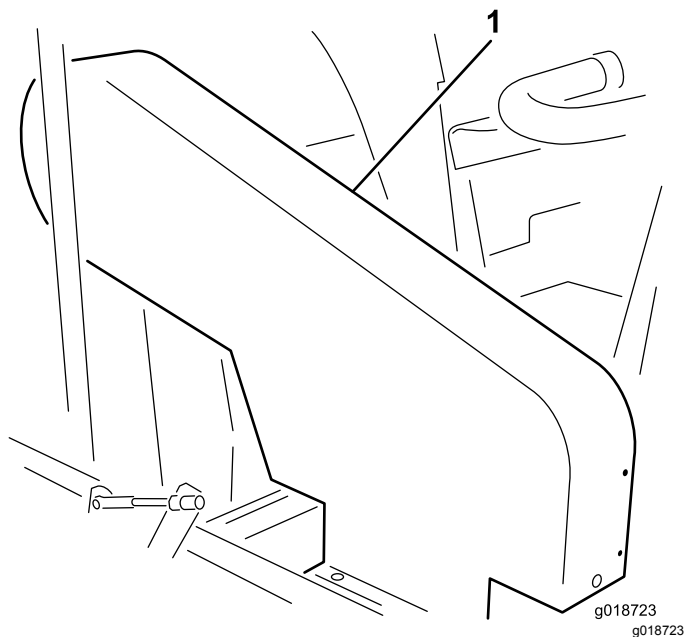

Figura 19
Nota: Não é necessário retirar a proteção da correia superior (Figura 19) para verificar a tensão da correia. Se retirar a proteção da correia, retire os 4 parafusos, anilhas e porcas que prendem a proteção à estrutura. Não utilize a máquina sem as proteções instaladas.
Verifique a tensão pressionando a correia a meio curso entre a hélice e as polias da embraiagem com uma força de 18 a 22 N. A correia deverá fletir 1,3 cm. Se o desvio estiver incorreto, consulte Ajustar a correia de transmissão da hélice \(página 26\). Se o desvio estiver correto, prossiga com o funcionamento normal (Figura 19).
Verifique a tensão pressionando a correia a meio curso entre o eixo secundário e as polias da embraiagem com uma força de 18 a 22 N. A correia deverá fletir 6 mm. Se o desvio estiver incorreto, consulte Ajustar a correia do eixo secundário \(página 26\). Se o desvio estiver correto, prossiga com o funcionamento normal (Figura 19).
1. Retire os 4 parafusos, anilhas e porcas flangeadas que prendem o resguardo superior à estrutura (Figura 19).